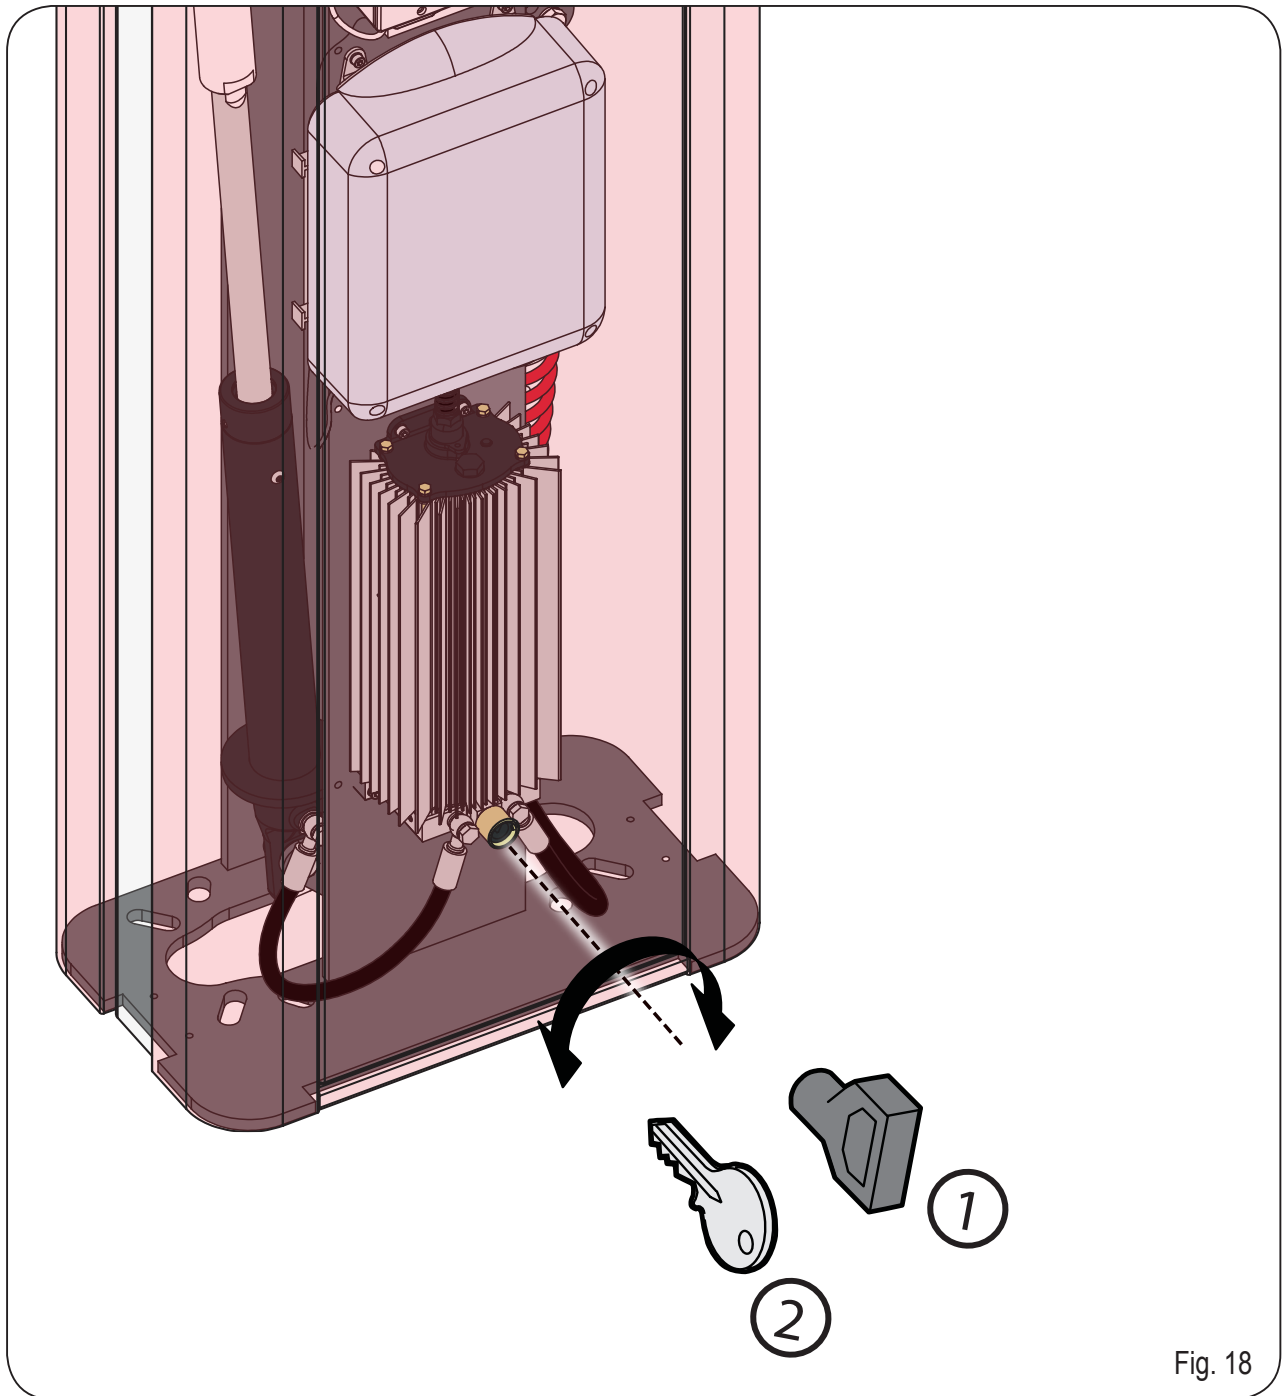

Fig. 18
La clé de déverrouillage fournie peut être triangulaire (Fig. 18, réf. ①) ou personnalisée (Fig. 18, réf. ② en option).
- Introduire la clé de déverrouillage dans la serrure et tourner la clé à fond en **sens inverse horaire** d'après la Fig. 18.
- tourner la clé **en sens horaire** jusqu'à l'arrêt et l'extraire (Fig. 18, réf. ①).
- tourner la clé **en sens horaire** jusqu'au point où l'extraction est possible. (Fig. 18, réf. ②).
Der mitgelieferte Entriegelungsschlüssel kann dreieckig (Abb. 18 Bez. ①) oder individuell gestaltet sein (Abb. 18 Bez. ② – optional).
- Den Entriegelungsschlüssel in das Schloss einstecken und **gegen den Uhrzeigersinn** bis zum Anschlag drehen (siehe Abb. 18).
- Den Schlüssel bis zum Anschlag **im Uhrzeigersinn** drehen und abziehen (Abb. 18 Bez. ①).
- Den Schlüssel bis zum Anschlag **im Uhrzeigersinn** so weit drehen, bis er abgezogen werden kann (Abb. 18 Bez. ②).
La llave de desbloqueo entregada en dotación puede ser triangular (Fig. 18, ref. ①) o personalizada (Fig. 18 ref. ② opcional).
- Inserte la llave de desbloqueo en la cerradura y gire la llave en sentido antihorario hasta el tope, como en la Fig. 18
- gire la llave en sentido horario hasta el tope y extráigala (fig. 18 ref. ①).
- gire la llave en sentido horario hasta el punto en el que se pueda extraerla. (Fig. 18, ref. ②).
Als de slagboom met de hand moet worden bediend omdat de stroom is uitgevallen of het automatisch systeem niet goed werkt, moet met behulp van de bijgeleverde sleutel de ontgrendeling worden gebruikt. De bijgeleverde ontgrendelings sleutel kan driehoekig (Fig.18 ref. ①) of gepersonaliseerd zijn (Fig.18 ref. ②, optioneel).
- Steek de ontgrendelings sleutel in het slot en draai hem tegen de wijzers **van de klok** in tot hij niet verder kan, zoals in Fig. 18
- draai de sleutel **met de wijzers van de klok mee** tot hij niet verder kan, en trek hem eruit (Fig. 18 ref. ①).
- draai de sleutel **met de wijzers van de klok mee** tot hij niet verder kan, en trek hem eruit (Fig. 18 ref. ②).